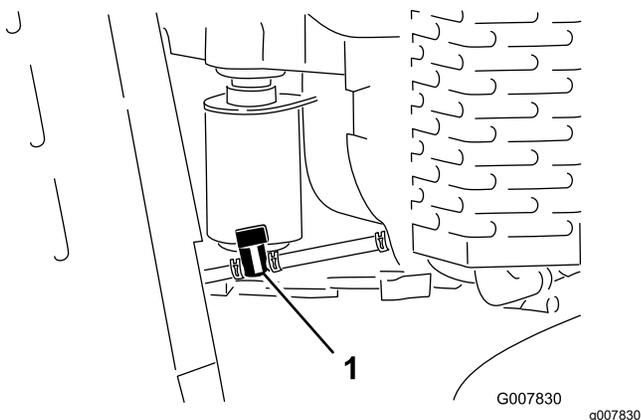

図 36
3. 燃料バルブを閉じる 図 36。
4. 燃料バルブについているホースのエンジン側のホースクランプをゆるめて、バルブから離れた位置に移動させる 図 36。
5. 燃料ラインをバルブから抜き取る 図 36。